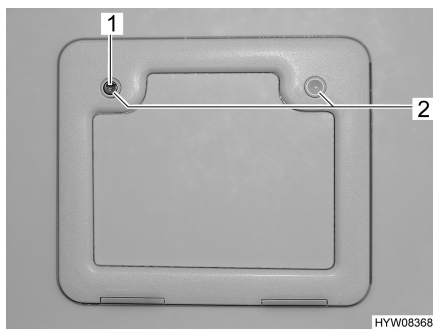

Bild 12 Utvändig lucka Thetford-kassett
- Stick in nyckeln i låscylindern i trycklåsets (Bild 12,1) och vrid ett kvarts varv.
- Tryck samtidigt in de två trycklåsen (Bild 12,2) med tummarna och öppna den utvändiga luckan.
- Stick in nyckeln i låscylindern (Bild 12,1) och vrid ett kvarts varv.